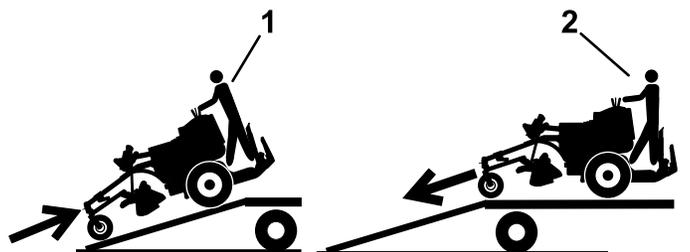

Figure 60
5. Montez la rampe en marche arrière (**Figure 60**).